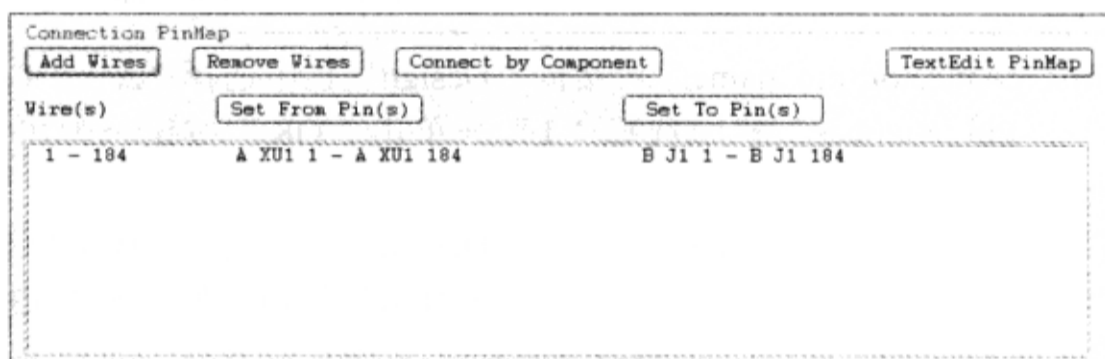

图 5-2-15 引脚连接
(4) 在“Connect by Component”对话框的“From”区域“Design”栏中选择“A”，“Component”栏中选择“XU1”。
(5) 在“Connect by Component”对话框的“To”区域“Design”栏中选择“B”，“Component”栏中选择“J1”。
(6) 单击“OK”按钮，关闭“Connect by Component”对话框，添加的引脚连接如图 5-2-15 所示。